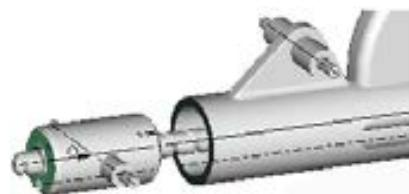

图 12.5.14 拖动连接元件
Step14. 拖动连接元件（此步不是必做步骤）。为了显示方便，用拖动功能将活塞拖出来一点，如图 12.5.14 所示。
- (1) 选择下拉菜单 **工具(T)** → **外观管理器(A)...** 命令。
- (2) 在“外观管理器”对话框中单击 **...** 按钮，在**基本**选项卡“加亮颜色”区域中将“透明”值设置为 67。
- (3) 单击“外观管理器”对话框中的 **关闭** 按钮。